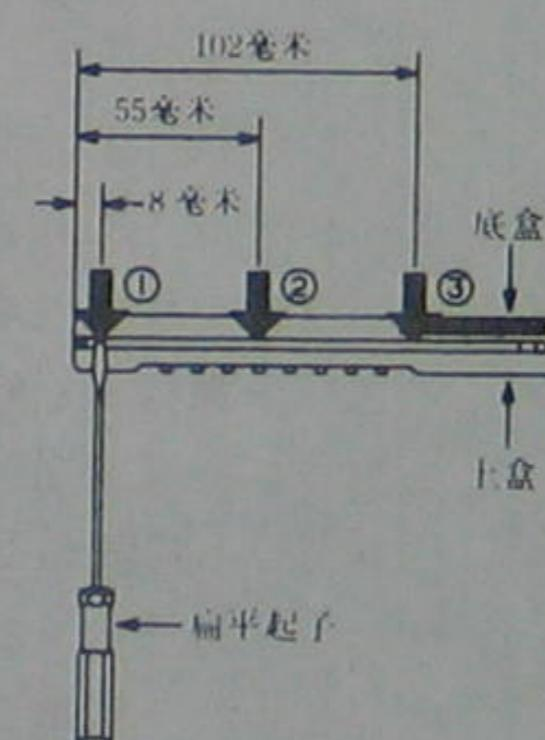

图 8
2. 从上盒上取下下盒。拆解时, 如图所示, 先将扁平起子插入缝隙内。起子插入的位置请见图 8 的说明。